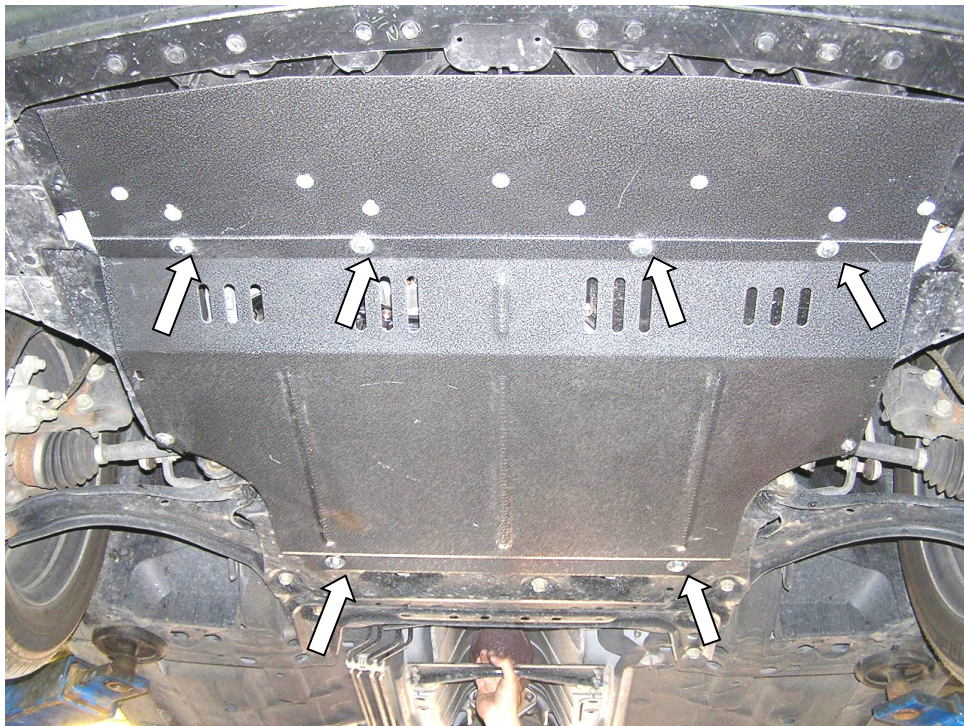
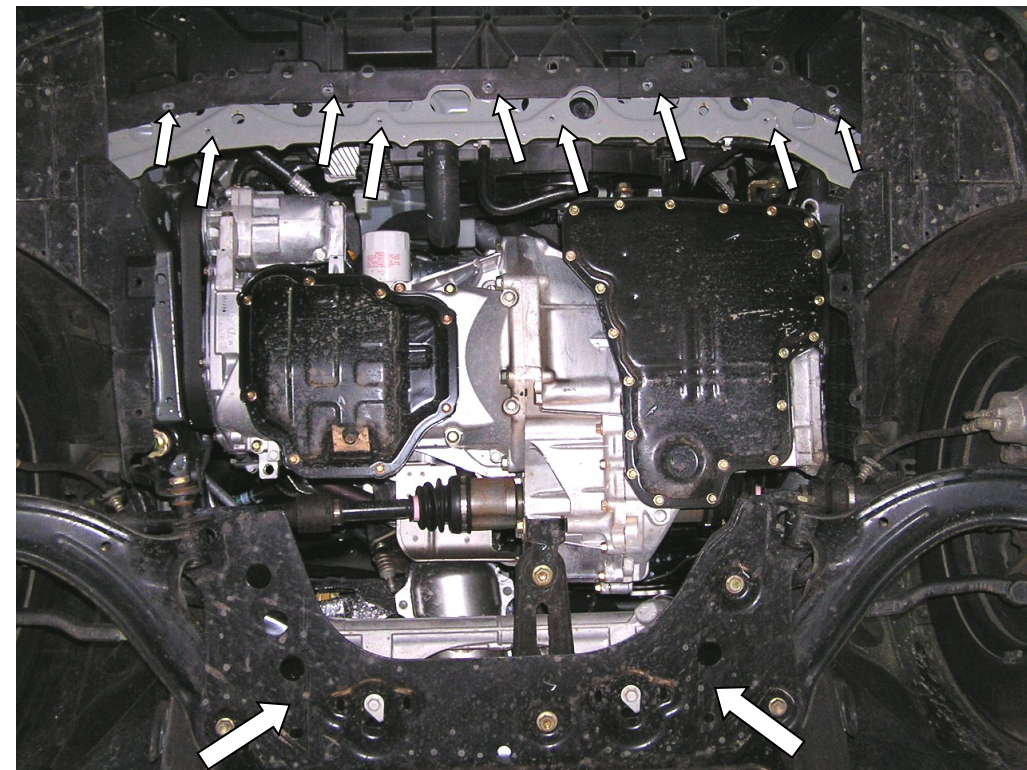

Рис.2
рис.1
2. Наложить панель 1 на подрамник радиатора и закрепить штатным крепежом, рис.1,2 (верх).
3. Завести планки 8 над отверстиями задней части подрамника двигателя и закрепить панель 2 болтами 3, рис.1,2 (низ), спереди к панели 1 болтами 4, рис.2.